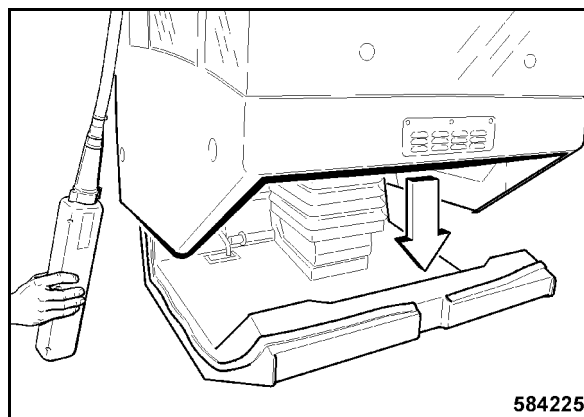

Fig. 205
- Colocar la cabina verticalmente y despacio sobre el puesto de conductor (Fig. 205).